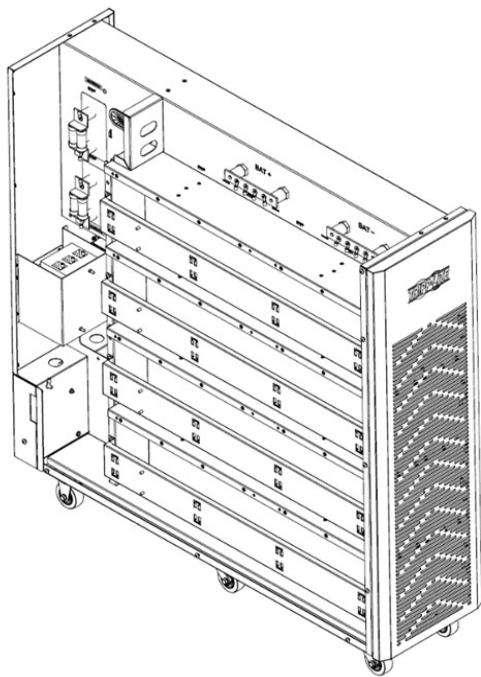

Figure 5-4A
3. Retirer toutes les vis retenant la tige support à gauche et à droite (Figures 5-4A et 5-4B).